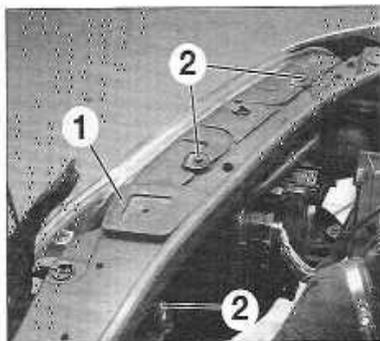

FIGURE 8-4
- le cache (1) (figure 8-4).
- les vis de fixation supérieure et inférieure (2) du projecteur (figure 8-4).